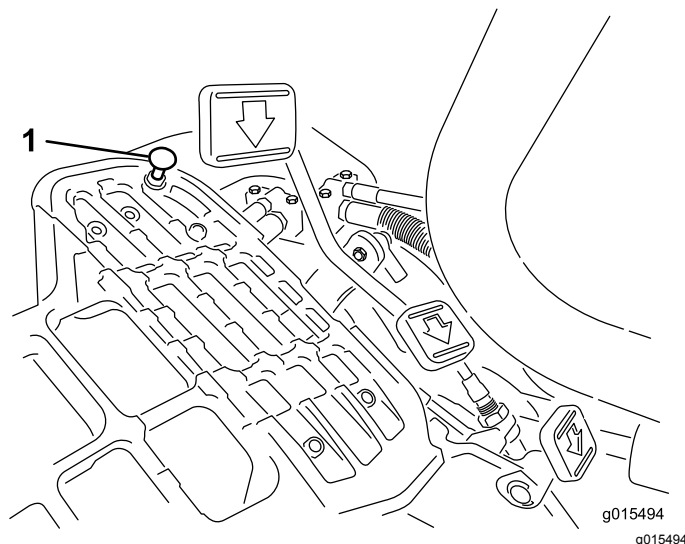

Рисунок 47
Для получения максимальной транспортной скорости переведите рычаг функционального управления в положение ТРАНСПОРТИРОВКА и нажмите на педаль тяги. Если педаль касается упора (Рисунок 47) до того, как на тросике начинает ощущаться натяжение, выполните следующую регулировку:
1. Переведите рычаг функционального управления в положение ТРАНСПОРТИРОВКА и ослабьте контргайку крепления упора педали к полу (Рисунок 47).